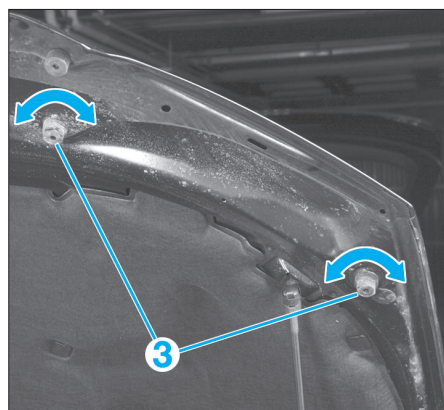

Fig. 76
- Régler les jeux et affleurements en agissant sur les butées de réglage (3) (Fig.76).